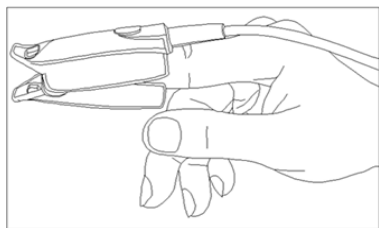

Figura 1 Sensore con Clip a Dito
2. Per il sensore SpO2 con clip a dito per adulti, inserire un dito (l'indice è preferibile, ma si può utilizzare anche il medio o l'anulare, a condizione che le unghie siano della lunghezza appropriata) nel sensore secondo il simbolo sulla clip del sensore, come mostrato nella Figura 1.